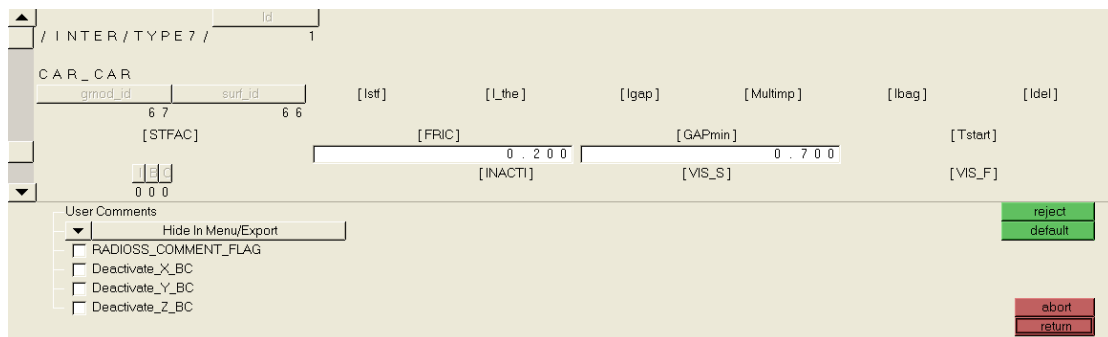

图 8-42 CAR CAR 接触参数
- (7) 单击 comps 按钮, 选择图形区所有显示的单元。
- (8) 将 slave 对象设置为 comps。
- (9) 单击 comps 按钮, 选择图形区所有显示的单元。
(10) 单击 review 按钮, 查看 CAR_CAR 接触中的接触对象, 主接触呈蓝色显示, 从接触呈红色显示。
- (12) 设置相关数值, 如图 8-42 所示。